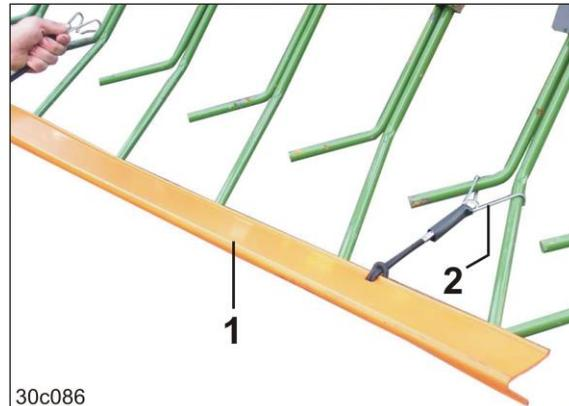

Fig. 325
1. Die mehrteilige Verkehrssicherungsleiste (Fig. 325/1) über die Zinkenspitzen des Exaktstriegels schieben.
2. Die Verkehrssicherungsleisten mit Federhaltern (Fig. 325/2) am Exaktstriegel befestigen.